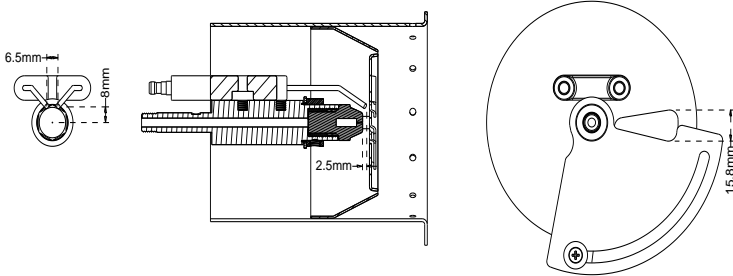

Fig. 1
5.3 Ajuste de la entrada de aire y electrodos (fig.1)
5.4 Electrodo (fig.1)
4. Retire la boquilla (D)
7. Reajuste los electrodos, ver fig.1